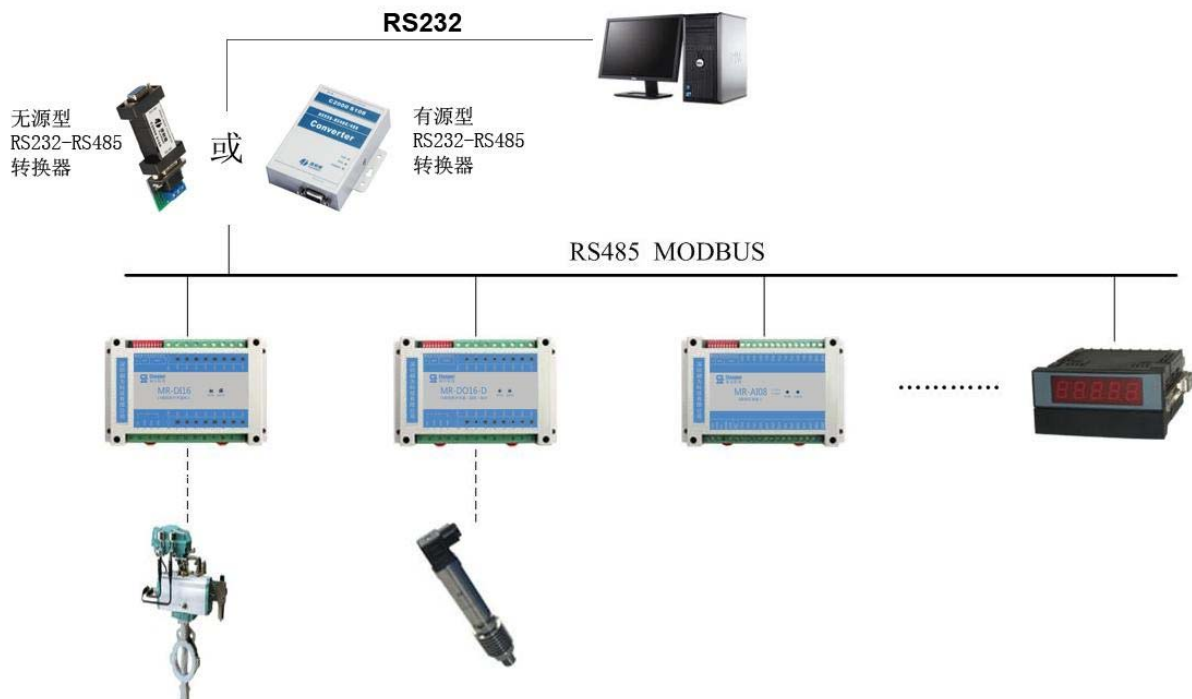

图 3.2 主机为 RS232 接口的应用示例
(2) MODBUS 主机具有 RS232 接口的情况，必须配备隔离的 RS232/RS485 转换器进行接口转换后，才能与 MR 系列 IO 模块进行通讯，其应用的系统结构如图 3.2 所示：